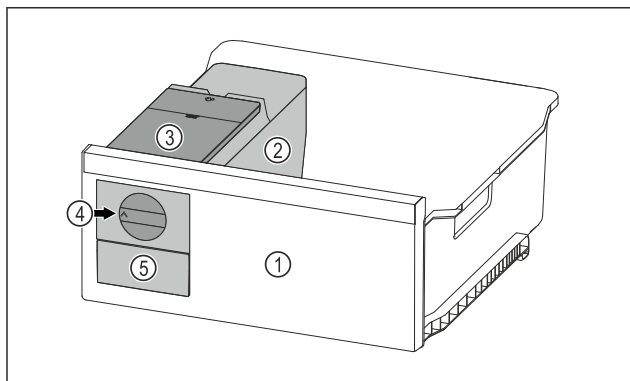

Fig. 84 Vejledende illustration
- ▶ Drej drejeknappen Fig. 84 (4) med uret indtil anslaget.
- ▶ Isterninger falder ud af isterningebakken og ned i isterningskuffen Fig. 84 (5).